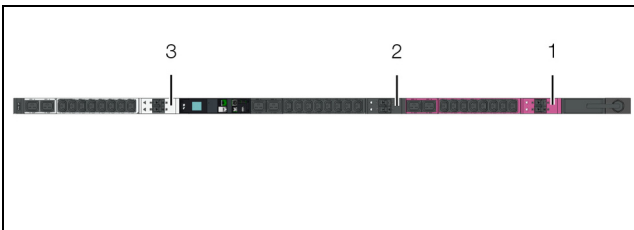

Imagen 66: Código de colores de las distintas fases y puntos de conexión
En la parte frontal de la PDU se indica con diferentes colores la asignación de los puntos de conexión a las distintas fases (ver imagen 66).
- Fase 1 (L1): magenta (imagen 66, pos. 1)
- Fase 2 (L2): negro (imagen 66, pos. 2)
- Fase 3 (L3): blanco (imagen 66, pos. 3)